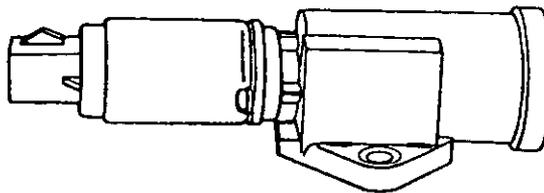

FIG. 5.8 VÁLVULA DE CONTROL DE AIRE.
**Válvula de control de aire (Fig. 5.8).**- Se usa una válvula de control de aire para rodear la válvula de aceleración (estrangulador) y controla la velocidad de marcha mínima. La cantidad de aire que pasa a través de ella es controlada por el ECU.